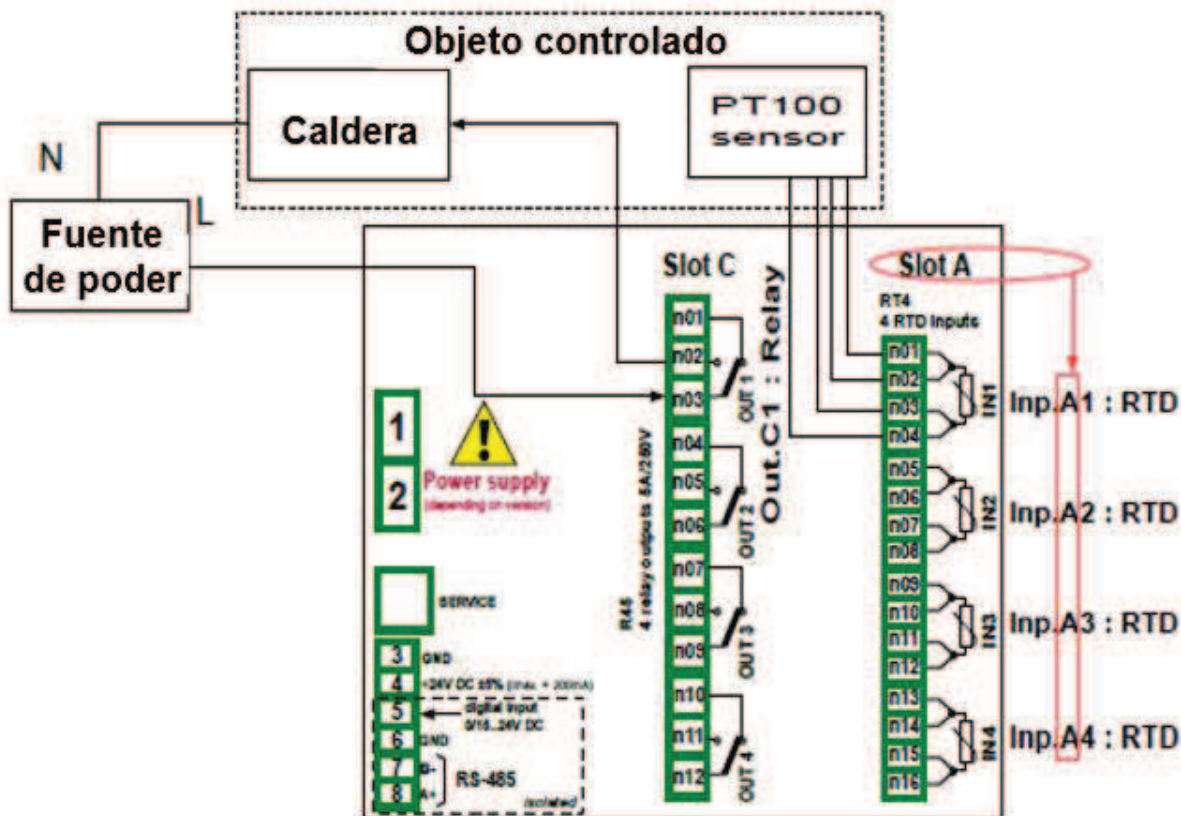

Fig. 7.98. Diagrama esquemático para los módulos de entrada RTD y salida de relé
Primero configure el dispositivo como se describe a continuación, luego conecte el objeto y la fuente de alimentación como se muestra en la **Fig. 7.98**.
Para controlar la temperatura en el objeto que se muestra en la Fig. 7.98 es necesario configurar un **Canal lógico** y **salida de relé**.
- Parámetro **fuelle** establecido como **Inp.A1: RTD** (ver Fig. 7.98),
- utilizando las flechas en la barra de navegación superior, seleccione una salida de relé que esté conectada al calentador. Para este ejemplo, es la salida denominada **Out.C1: Relé** (ver **Fig. 7.98**),